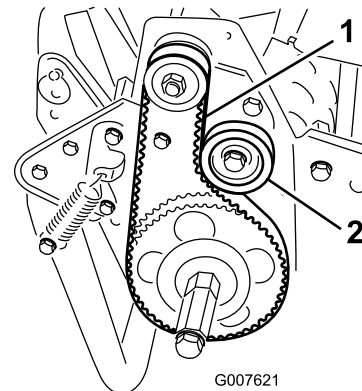

図 38
2. プーリ間の中央部 図 38 でベルトを 18–22 N (4.5 lbs = 1.8–2.2 kg) 程度の力で押して点検する。ベルトのたわみが 6mm あれば適正とする。
- A. アイドラプーリ固定ナットをゆるめ、プーリをベルトの背に押しつけて、適当な張りを出す 図 38。